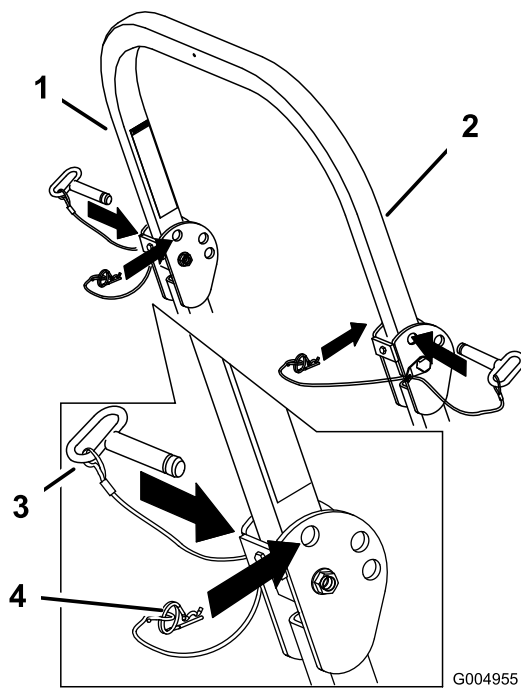

Bild 9
1. Entfernen Sie die Splints und die zwei Stifte (Bild 9).
3. Setzen Sie die zwei Stifte ein und befestigen Sie diese mit den zwei Splints (Bild 9).
4. Nehmen Sie zum Aufrichten des Überrollbügels den Splint ab und entfernen Sie die beiden Stifte (Bild 9).
5. Richten Sie den Überrollbügel ganz auf und setzen Sie die beiden Stifte ein. Befestigen Sie die Stifte mit den Splints (Bild 9).